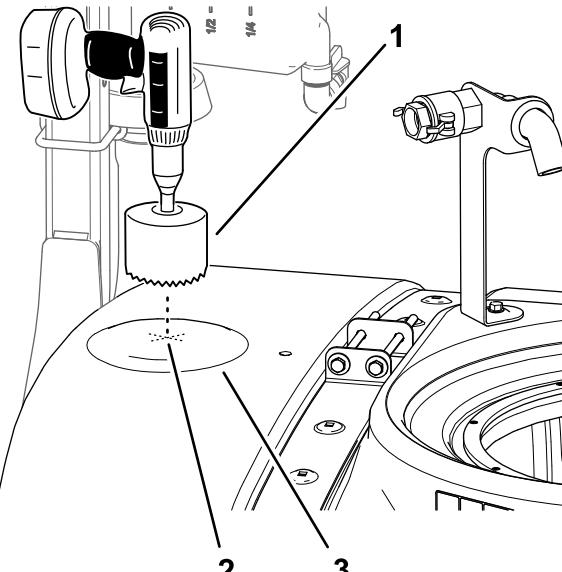

Figura 26
3. Utilice una broca de corona de 9 cm para perforar un taladro en el punto marcado (Figura 26).